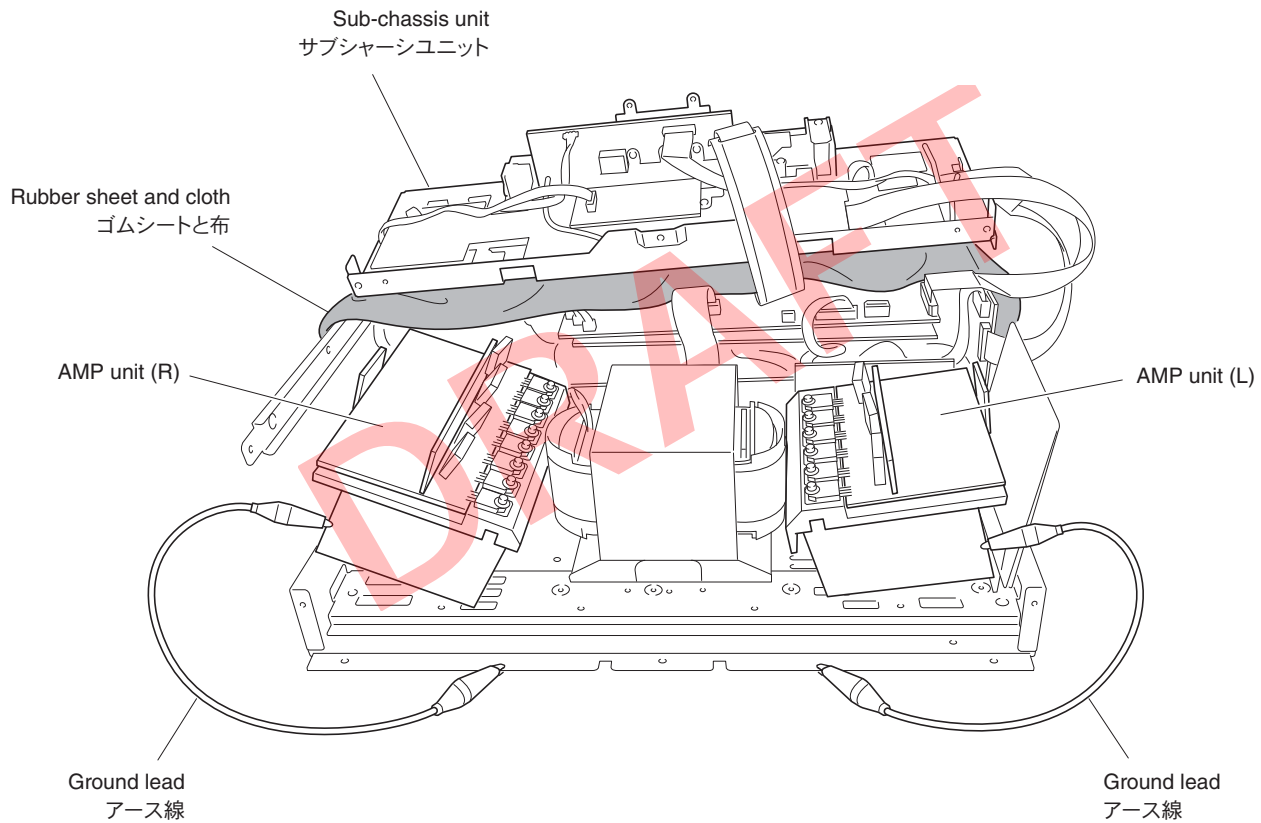

Fig. 6
- Put the rubber sheet and the cloth over this unit. Follow the procedure below to place the amp unit. (Fig. 6)
- Connect the ground points of the heatsink and sub-chassis unit to the chassis with a ground lead or the like. (Fig. 6)
- 本機の上にゴムシートと布を敷き、下図のようにアンプユニットを置きます。(Fig.6)
- ヒートシンクとサブシャーシユニットのアースをリード線等でシャーシに接続してください。(Fig.6)